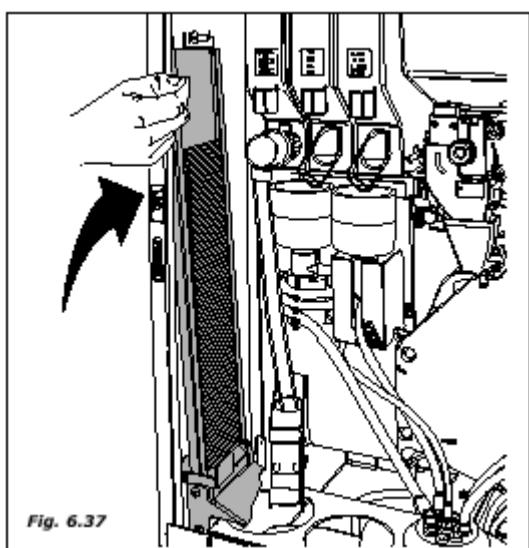

Fig. 6.37
- убедитесь, что на ложках нет заусенцев, они не искривлены и находятся в горизонтальном положении (рис. 6.37).